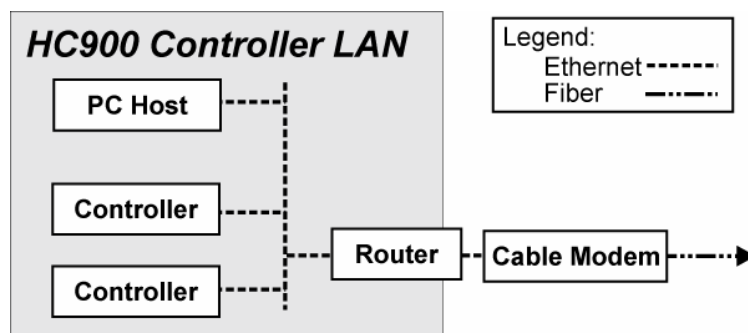

Figura 21 – Instalación típica mediante un módem con cable
- Instalación y configuración de un router para brindar aislamiento y seguridad. (Figura 21) (debe formar parte de la instalación estándar de una red).